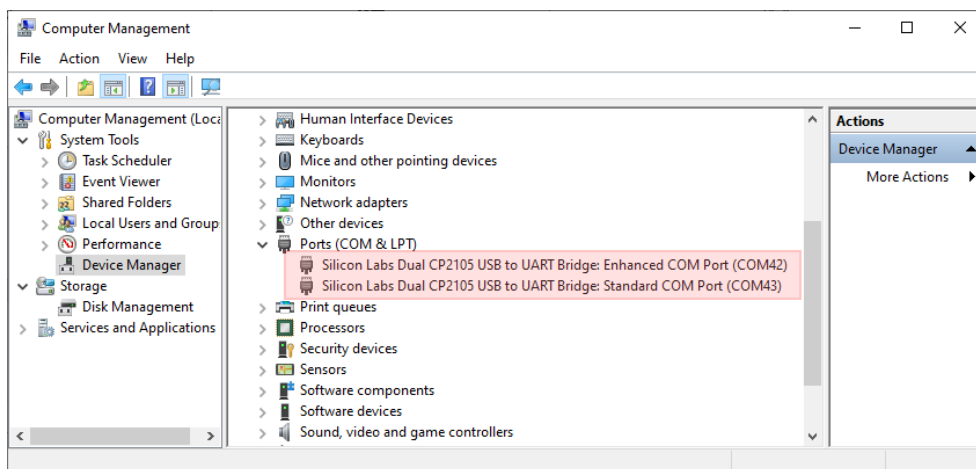

图 9：安装串口驱动 2
安装完毕后，连接 UniKnect Gen1 Pro 的 ⑧ 4G 模组 debug 调试串口至 PC，设备管理器中能够枚举出如图 9 所示端口，则说明安装成功。